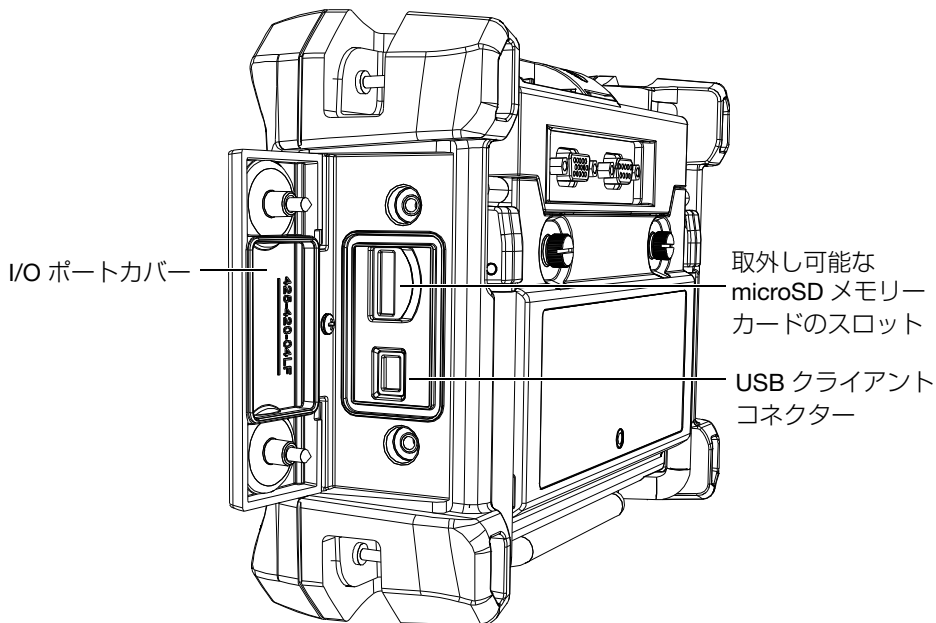

図 8-5 I/O ポートカバーに保護されているコネクター
1. microSD メモリーカードが、Magna-Mike 8600 の右側の I/O カバーで覆われているスロットに挿入されているか確認します (152 ページ図 8-5 参照)。
1. microSD メモリーカードが、Magna-Mike 8600 の右側の I/O カバーで保護されているスロットに挿入されていることを確認します (152 ページ図 8-5 参照)。